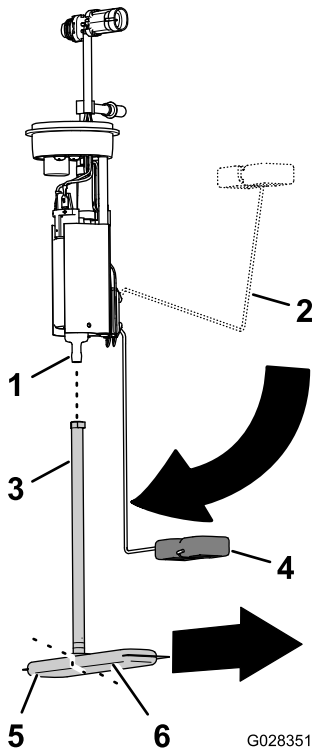

Figura 85
1. Retire el tubo de aspiración del filtro de combustible del conector de la bomba de combustible (Figura 85).
2. Alinee el tubo de aspiración del filtro de combustible nuevo con el conector de la bomba de combustible (Figura 85).
3. Alinee la pata larga del filtro de combustible con el flotador, con el flotador en la posición de vacío (Figura 85).
4. Introduzca el conector de la bomba de combustible en el tubo de aspiración hasta que el conector quede bien asentado (Figura 85).
2. Coloque la bomba de combustible/sensor en el hueco del depósito (Figura 84 y Figura 85).